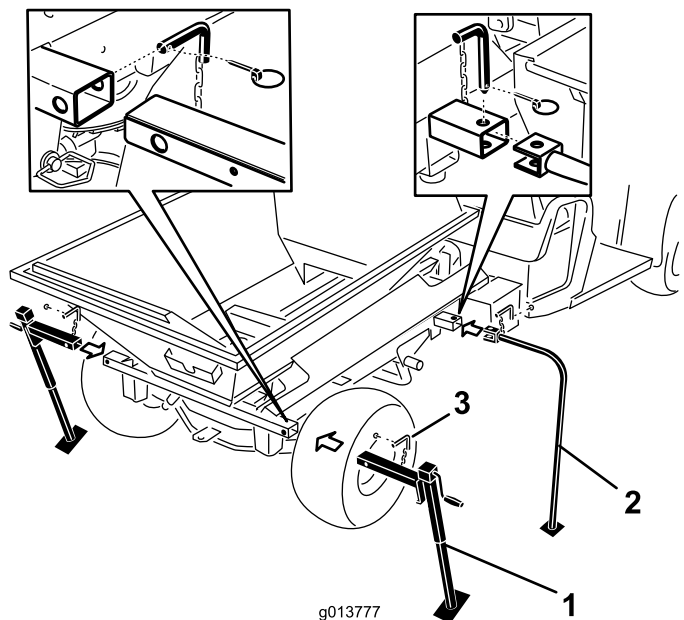

Рисунок 49
7. Вставьте передние опоры для хранения и задние подъемные опоры в соответствующие трубки шасси машины и закрепите их с помощью стопорных штифтов (Рисунок 49).